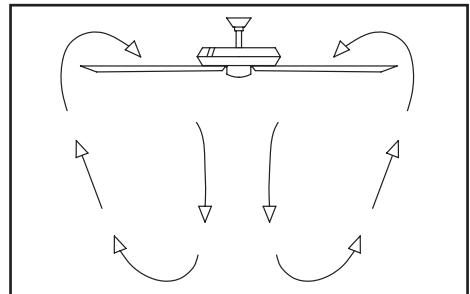

Figura 18
**Clima cálido** - (Hacia adelante) Un flujo de aire descendente crea un efecto de enfriamiento como se muestra en la Figura 18. Esto te permite configurar el aire acondicionado más alto sin afectar tu comodidad.